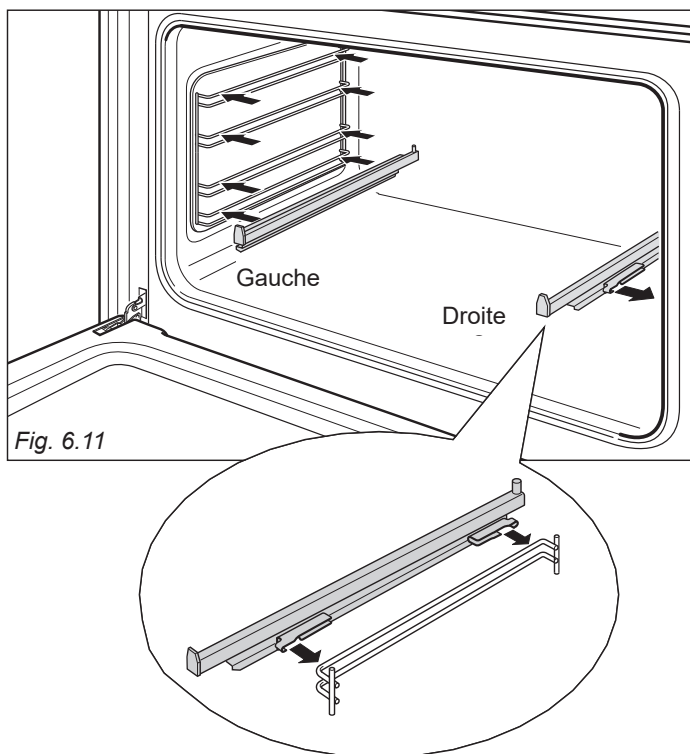

Fig. 6.11
- Installez le support de grille coulissant sur le fil supérieur d'un niveau de cuisson et appuyez (fig. 6.11). Un déclic sonore se produit lorsque les verrous de sûreté s'agrafent sur le fil.